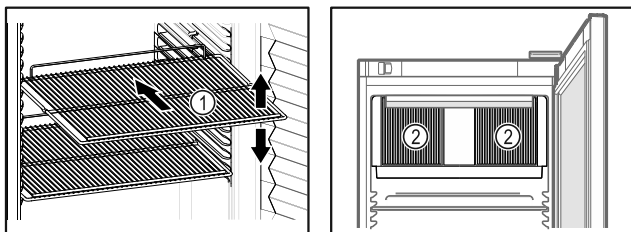

Fig. 52 Eksempelfremstilling Fig. 53
- ❑ Hvis oppbevaringshyllene Fig. 52 (1) kan flyttes, juster etter høyden.